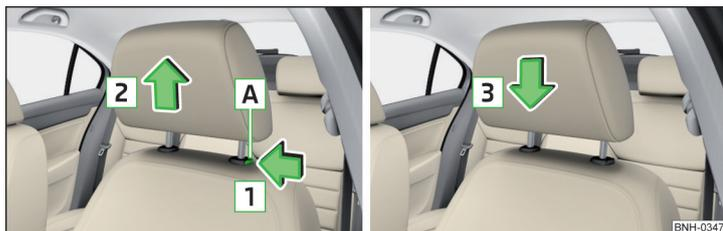

Fig. 59 Extraer / introducir el reposacabezas delantero
- Para **retirar**, mantener la tecla de seguridad **A** en el sentido de la flecha **1** y retirar el reposacabezas en el sentido de la flecha **2** » fig. 59.